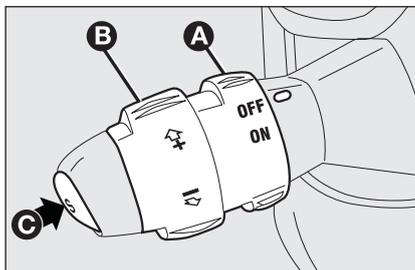

fig. 54
Gire el casquillo **A-fig. 54** a la posición **ON**.
- gire el casquillo **A-fig. 54** a **ON** y pisando el pedal del acelerador lleve el coche a la velocidad deseada;
- pulse la tecla **C-fig. 54**.
- girando momentáneamente el casquillo **B-fig. 54** a (+).
- manteniendo girado el casquillo **B-fig. 54** a (-) hasta alcanzar la nueva velocidad que permanecerá automáticamente memorizada.
Gire el casquillo **A-fig. 54** a **OFF** o la llave de contacto a la posición **STOP**. Además, el dispositivo se desactiva automáticamente en uno de los siguientes casos:
En caso de funcionamiento defectuoso o avería del dispositivo, gire la tuerca A-fig. 54 a OFF y acuda a un taller de la Red de Asistencia Fiat después de haber controlado la integridad del fusible de protección.